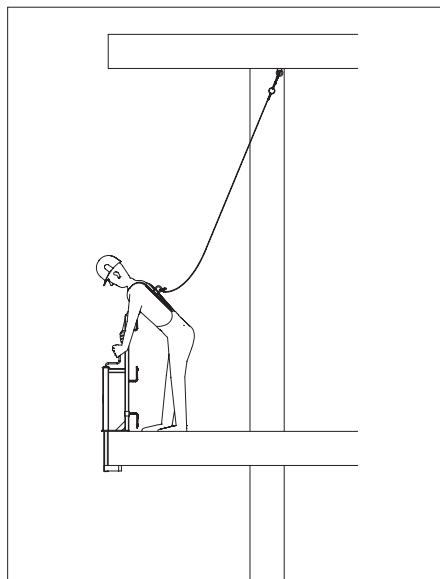

Fig. E.02
- Se possibile, il punto di fissaggio deve essere sopra la testa. (Fig. E.02/E.03)
- Con un punto di fissaggio idoneo per l'utilizzo di un'attrezzatura di protezione personale anticaduta. (Fig. E.02/E.03)